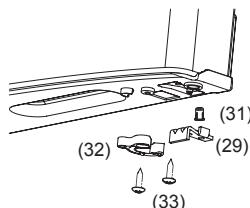

Рис. 9
- Снимите ограничитель (29) рис. 9 и втулку (31) рис. 9 и доводчик (32) рис. 9, в нижней части двери холодильного отделения, открутив винты (33) рис. 9, и закрепите их на противоположной стороне. Проделайте аналогичную операцию для двери морозильного отделения;